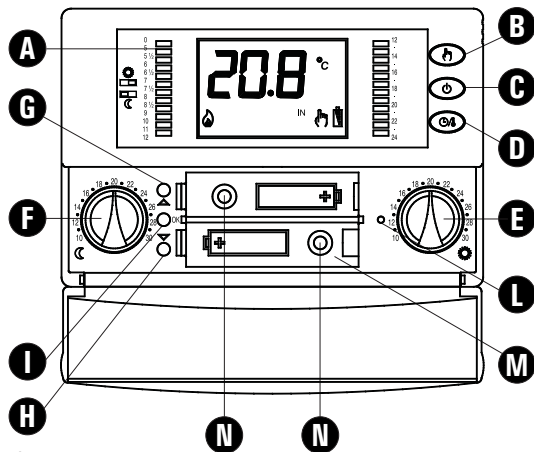

Fig. 1 - Abb. 1
- Inserire le batterie nel vano batterie (**M** di Fig. 1); vedi paragrafo 'INSERIMENTO / SOSTITUZIONE BATTERIE'.
Inserire le pile rispettando le polarità indicate nell'apposito vano (Fig. 1) ed eseguire l'operazione di reset agendo con un oggetto appuntito attraverso l'apposito foro (**L** di Fig. 1). **NON USARE AGHI.**
'OK': Programmazione/Ora/Conferma (**I** di Fig. 1);
'▲': Avanti (**G** di Fig. 1);
'▼': Indietro (**H** di Fig. 1);